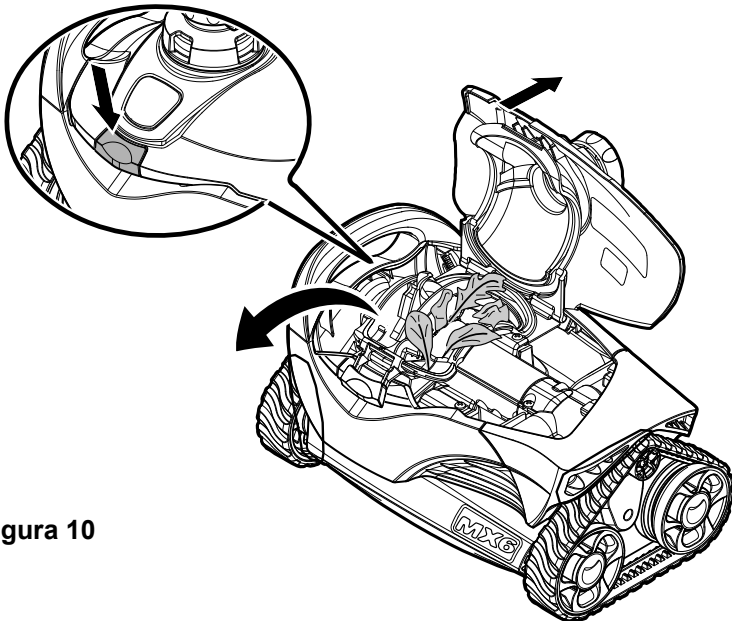

Figura 10
2. Levante la tapa del limpiafondo hasta que quede abierto en posición vertical (Figura 10).
3. Revise el motor y quite las hojas o basura (Figura 10).